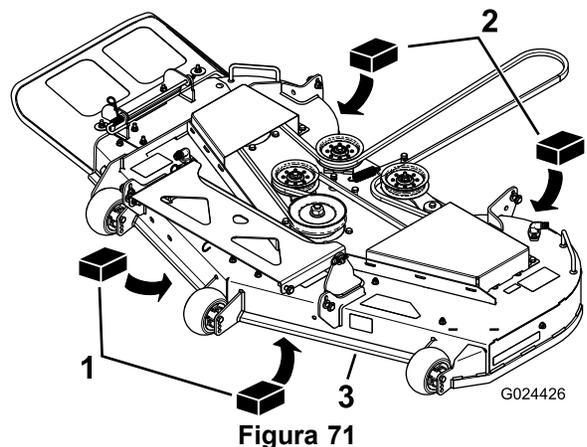

Figura 71
3. Coloque dos bloques de 6,6 cm debajo de cada lado del borde delantero de la carcasa, pero no debajo de los soportes de los rodillos protectores del césped (Figura 71).
4. Coloque dos bloques de 7,3 cm de grosor debajo del borde trasero del faldón de la carcasa de corte, uno en cada lado de la carcasa de corte (Figura 71).